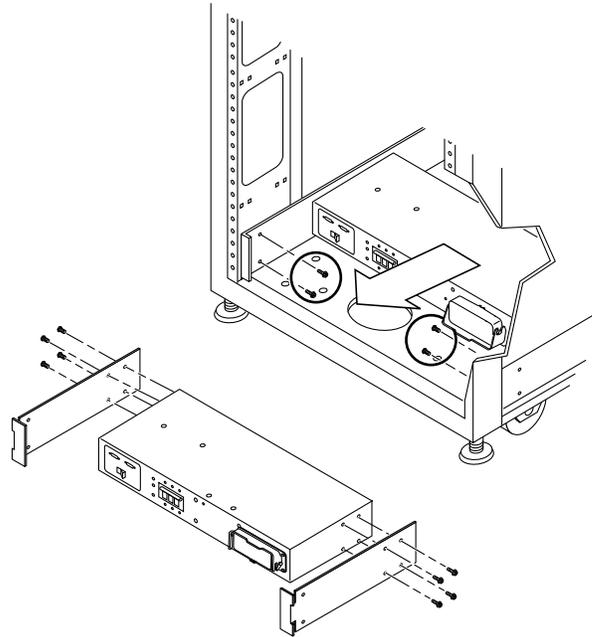

図 6-10 電源シーケンサの取り外し
2. 電源シーケンサの背面にある電源装置コネクタから、キースイッチアダプタケーブルを外します (図 6-10)。
3. 記憶装置システムの中に電源シーケンサをスライドさせます (図 6-10)。